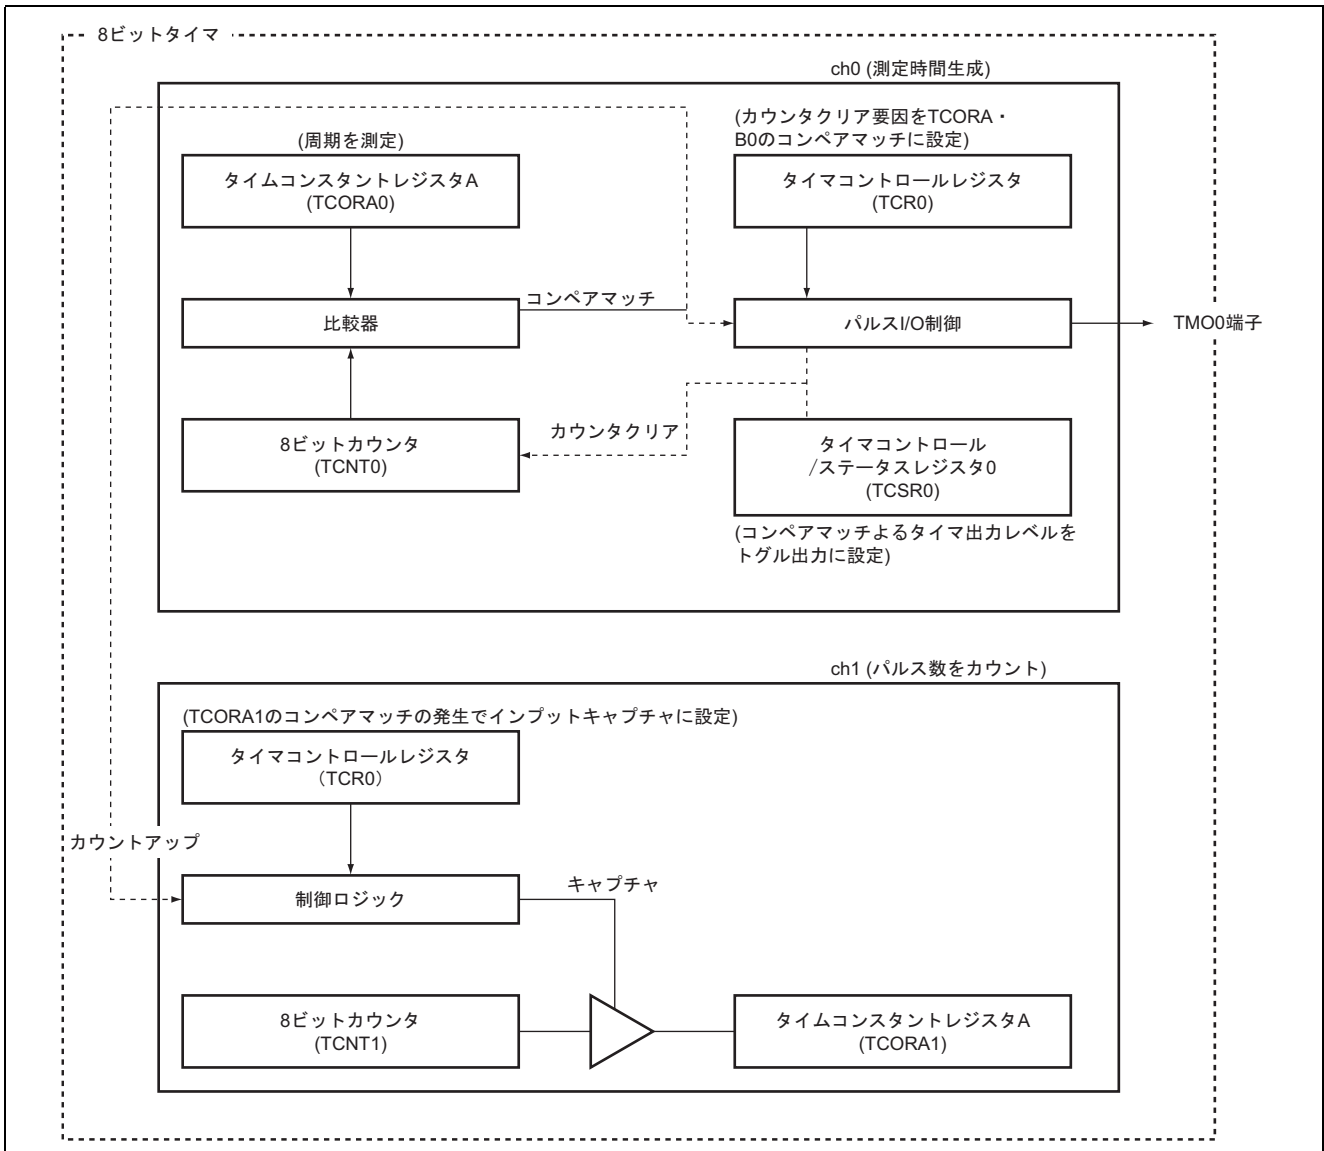

図2 出力パルスカウントブロック図
(1) 図2に本タスク例で使用する8ビットタイマのブロック図を示します。以下に本タスクに使用する機能を示します。
- 本タスク例ではこの機能を図2に示すように使用し、パルスの立ち上がりをカウントします。